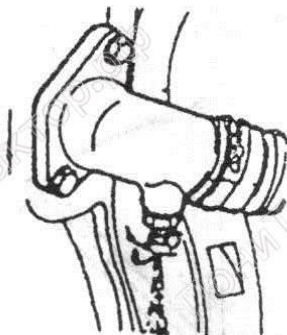

Рис. 2-12 Слив охлаждающей жидкости
2.4.2.3. Для длительной остановки в холодное время года слейте охлаждающую жидкость из системы охлаждения (Рис. 2-12).